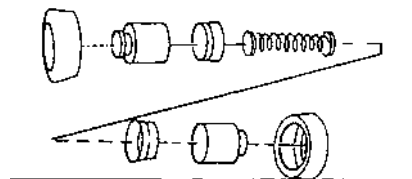

Рис. 7.53
- снять защитные чехлы с торцов корпуса тормозного цилиндра, а затем извлечь из его полости поршни, манжеты и пружину (в сборе с чашками) (рис. 7.53);